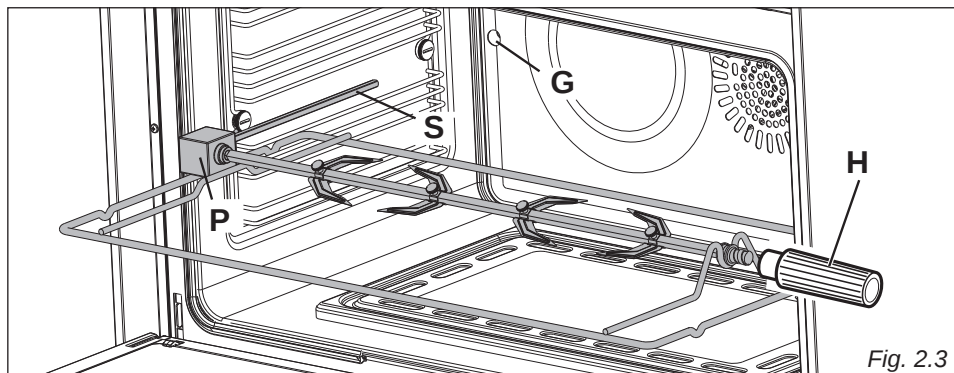

Fig. 2.3
- Insérer la tige dans le trou du renvoi "P" (fig. 2.3).